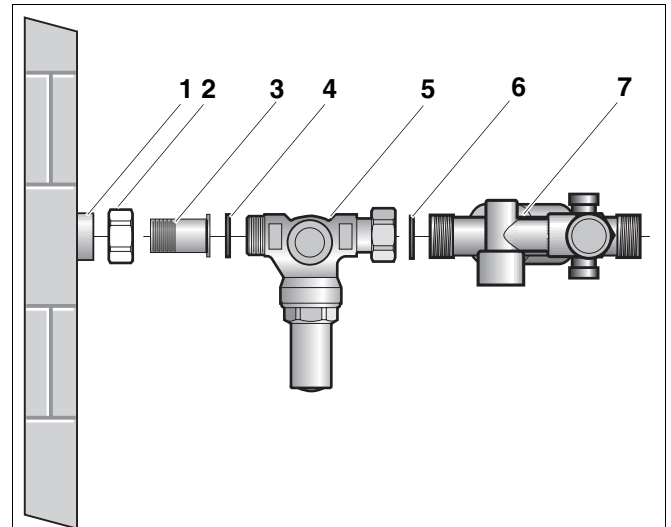
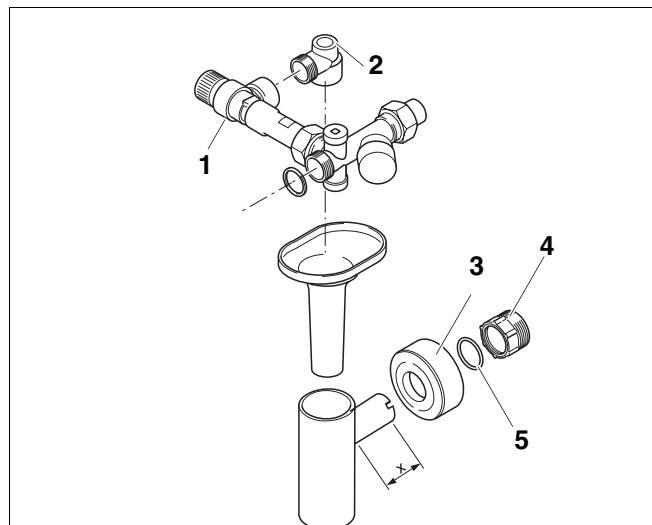

Abb. 25 Druckminderer U-DM montieren (Unterputzmontage)
Abb. 29 Trichtersiphon montieren (Unterputzmontage)
- Kurzen Schraubnippel (Abb. 25, **Pos. 3**) mit Überwurfmutter (Abb. 25, **Pos. 2**) in den Kaltwasseranschluss (Abb. 25, **Pos. 2**) eindichten.
- Kurzen Schraubnippel (Abb. 25, **Pos. 3**) mit Überwurfmutter (Abb. 25, **Pos. 2**) und Dichtung (Abb. 25, **Pos. 4**) an den Druckminderer (Abb. 25, **Pos. 5**) schrauben.
- Druckminderer (Abb. 25, **Pos. 5**) mit Überwurfmutter und Dichtung (Abb. 25, **Pos. 6**) an die Sicherheitsgruppe (Abb. 25, **Pos. 7**) schrauben. Auf Dichtung und Fließrichtung achten!
- Anschlussverschraubung (Abb. 29, **Pos. 4**) des Trichtersiphons an das Abflussrohr montieren.
- Bei S120 Trichtersiphon um das Maß  $x = \text{ca. } 10 \text{ mm}$  bei Unterputzmontage und  $x = \text{ca. } 65 \text{ mm}$  bei Aufputzmontage kürzen (Abb. 29).
- Trichtersiphon mit Rosette (Abb. 29, **Pos. 3**) und O-Ring (Abb. 29, **Pos. 5**) montieren.
- Wird wie in Abb. 25, Seite 17, ein Druckminderer eingebaut, muss zwischen Ablaufleitung (Abb. 29, **Pos. 2**) und dem Sicherheitsventil (Abb. 29, **Pos. 1**) eine Verlängerung (siehe Abb. 2, Seite 5) eingeschraubt werden.
- Ablaufleitung (Abb. 29, **Pos. 2**) an Sicherheitsventil schrauben.